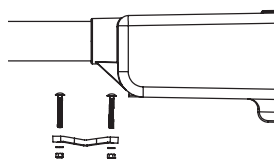

Figure 5
8. Pour le montage de la **fente en T**, assurez-vous qu'un boulon à fente en T se trouve de chaque côté de la barre transversale. À l'aide du **piéd à fente en T non fileté**, placez-le sous la barre transversale et insérez les **deux boulons à fente en T** dans les trous correspondants dans le pied. En utilisant une **clé ½ po (13 mm)**, vissez les **écrous à fente en T** pour fixer l'unité à la traverse comme indiqué à la **figure 5**
7. Pour le montage de la **fente en T**, assurez-vous qu'un **boulon à fente en T** se trouve de chaque côté de la barre transversale. À l'aide du **piéd à fente en T non fileté**, placez-le sous la barre transversale et insérez les **deux boulons à fente en T** dans les trous correspondants dans le pied. En utilisant une **clé de ½ po** (13 mm), vissez les **écrous à fente en T** pour fixer l'unité à la traverse, comme indiqué à la **Figure 5**.